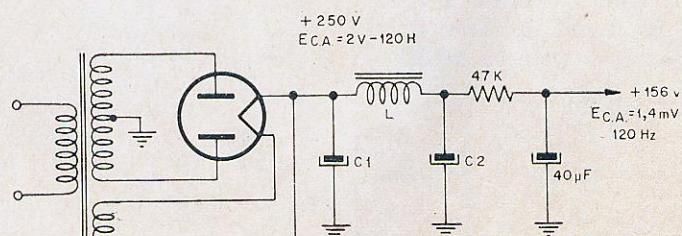

Figura 34
e) se no ponto onde ligarmos o filtro R-C a tensão da ondulação for de, digamos 2 volts, teremos na saída somente $2 \times 0,0007 = 0,0014$ volts = 1,4 milivolt. O circuito está mostrado na figura 34.